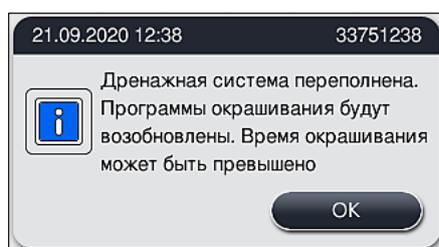

Рис. 121
- ✓ После устранения засорения на экране появляется другое сообщение (→ "Рис. 121") с указанием на то, что процесс окрашивания может быть продолжен. Нажмите **OK** (→ "Рис. 121") для продолжения.
1. Если новые попытки очистки оказались успешными и засорение было устранено, уровень воды падает ниже критической отметки. На экране появляется сообщение (→ "Рис. 121"), информирующее пользователя о том, что программы окрашивания могут быть продолжены. Нажмите **OK** (→ "Рис. 121") для продолжения. Возможность запуска программ отображается на экране, и программы в рамках технологического процесса автоматически продолжают.